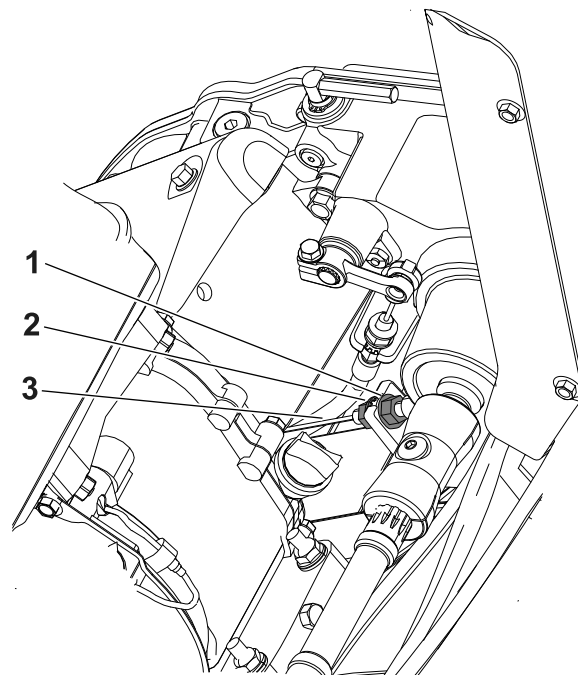

Figura 38
2. Afloje la contratuerca trasera y apriete la contratuerca delantera (Figura 38).